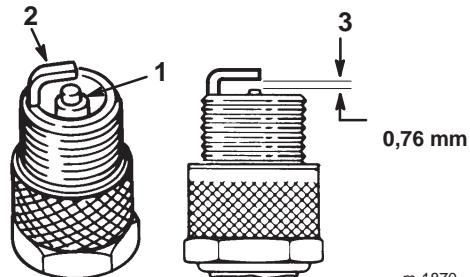

Bild 27
1. Sehen Sie sich die Mitte der Zündkerze an (Bild 27). Wenn der Kerzenstein hellbraun oder grau ist, ist der Motor richtig eingestellt. Eine schwarze Schicht am Kerzenstein weist normalerweise auf einen schmutzigen Luftfilter hin.
2. Prüfen Sie den Abstand zwischen den mittleren und seitlichen Elektroden (Bild 27) und biegen die seitliche Elektrode bei falschem Abstand zurecht.